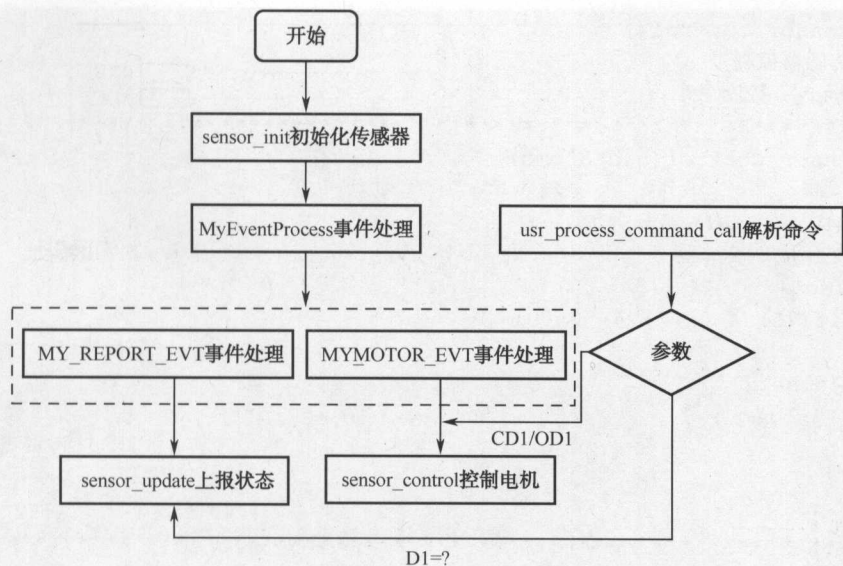

图 4.8 步进电机传感器程序逻辑
(2) 传感器驱动程序开发。光敏传感器的驱动程序开发可参考农作物光强监测这一章节的相关内容。步进电机传感器的驱动开发设计如图 4.8 所示。